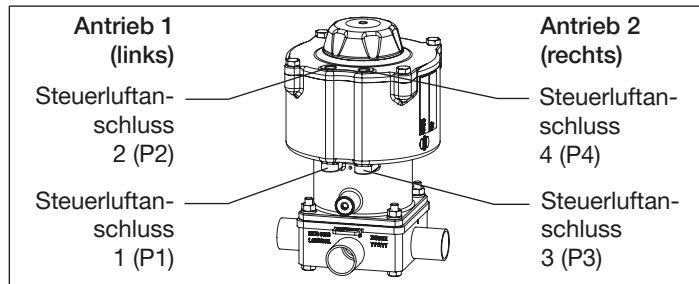

Fig. 25: Pneumatischer Anschluss
6) Antriebszuordnung siehe „Fig. 25“